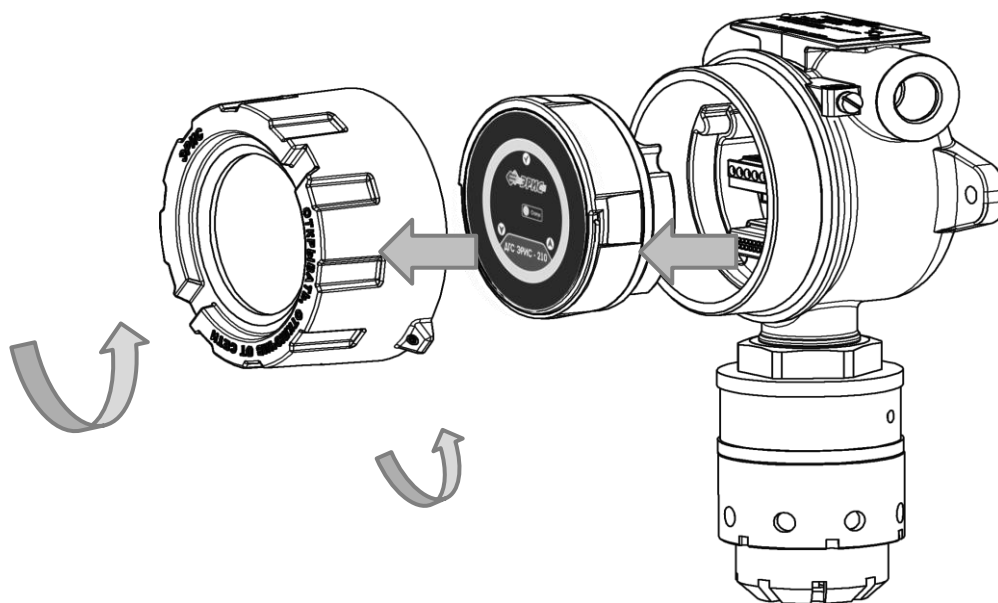

Рисунок 16 – Схема разбора ДГС ЭРИС-210
- Открутить стопорный винт в крышке газоанализатора (рис.16).